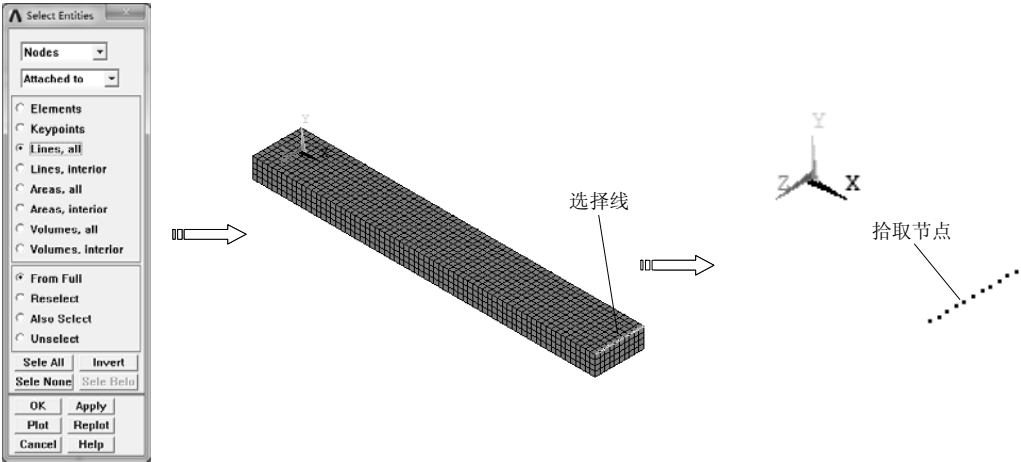

图 9-21 选择节点
2) 在 “Select Entities” 对话框中选择拾取对象为 “Nodes”，拾取方式为 “Attached to”，选中 “Lines,all” 选项，单击 “Apply” 按钮，选择线上所有节点，然后单击 “Plot” 按钮显示所选中的节点，如图 9-21 所示。